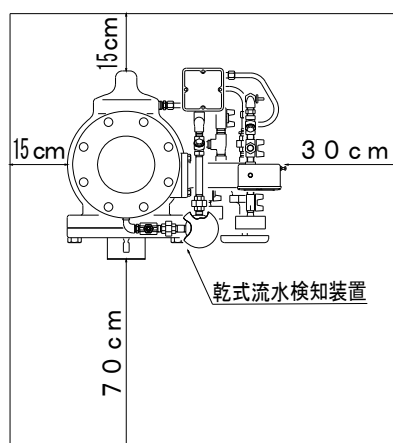

図3. 必要メンテナンススペース
(1) 据付前準備
- ① 本機器を据え付ける前に図3で示す必要メンテナンススペースを確保してください。特に本機器の正面から70cm以内に配管や電線管などの障害物があると、正面に人が立って自動警報弁本体のメンテナンス等を行うことが出来なくなります。